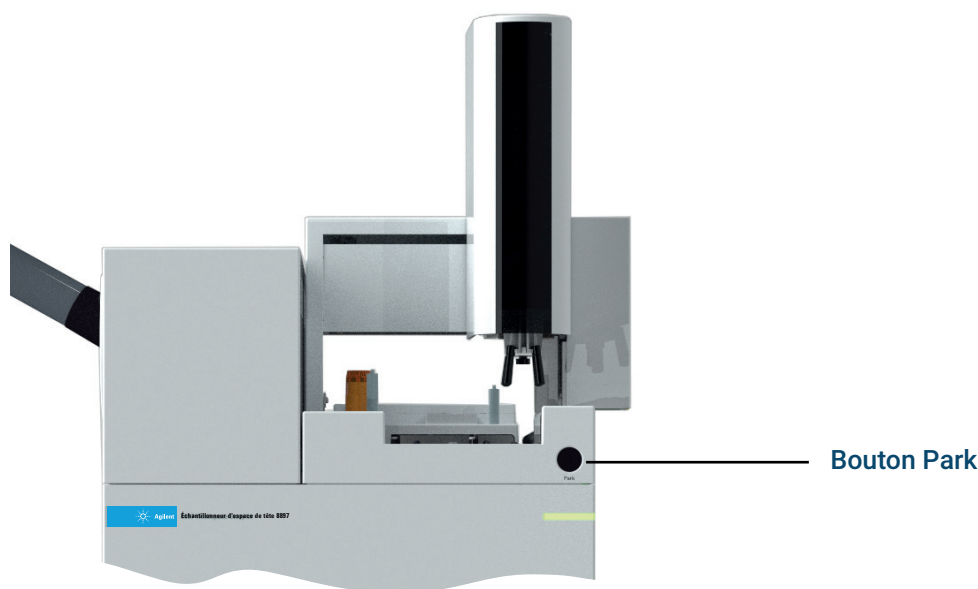

Figure 11. Emplacement du bouton Park
- 1 Appuyez sur le bouton Park pour ranger le porte-échantillons (déplacez le portique en position statique pour faciliter l'accès aux racks de flacons). Voir la **Figure 11**, page 35.